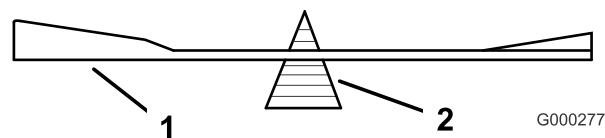

Figura 59
- Verifique el equilibrio de la cuchilla colocándola sobre un equilibrador de cuchillas (Figura 59).
equilibrada, rebaje algo el metal en la parte de la vela solamente (Figura 59). Repita este procedimiento hasta que la cuchilla esté equilibrada.